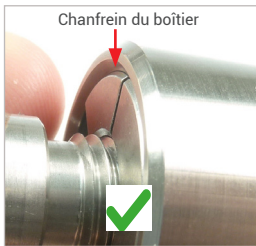

Figure 14
- ▶ Éliminez à nouveau la pression pilote. Le connecteur s'ajuste automatiquement à la pièce d'essai afin d'établir une connexion étanche. La surface plane des mâchoires de serrage est à la même hauteur que le chanfrein du boîtier (Figure 14).